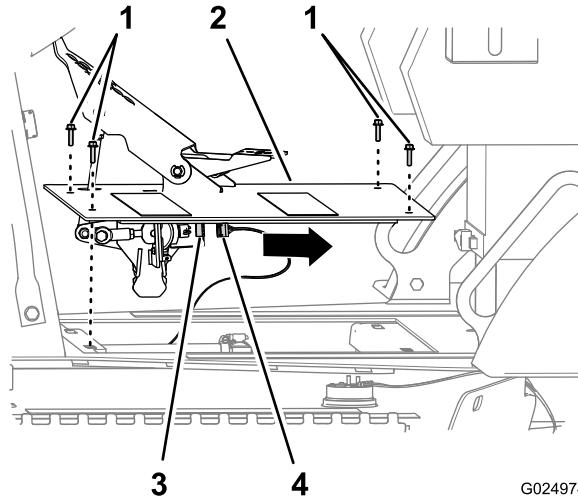

Figura 115
1. Retire los 4 pernos de cabeza hexagonal con arandela prensada que sujetan el conjunto del pedal de tracción al chasis de la máquina (Figura 115).
2. Desconecte el conector hembra de 6 vías del arnés de la máquina del conector de 6 pines del sensor del pedal de tracción (Figura 115).
3. Retire el conjunto del pedal de tracción de la máquina (Figura 115).
1. Conecte el conector hembra de 6 vías del arnés de la máquina al conector de 6 pines del sensor del pedal de tracción (Figura 115).
2. Alinee los taladros de la placa del conjunto del pedal de tracción con los taladros del chasis de la máquina (Figura 115).
3. Sujete el conjunto del pedal de tracción al chasis de la máquina con los 4 pernos de cabeza hexagonal con arandela prensada (6 x 25 mm); consulte la Figura 115.